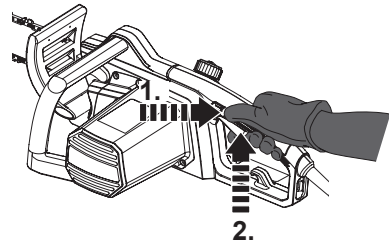

Imagen 19
- > Mantenga presionado el interruptor de encendido/apagado [17] para arrancar aparato (imagen 19).